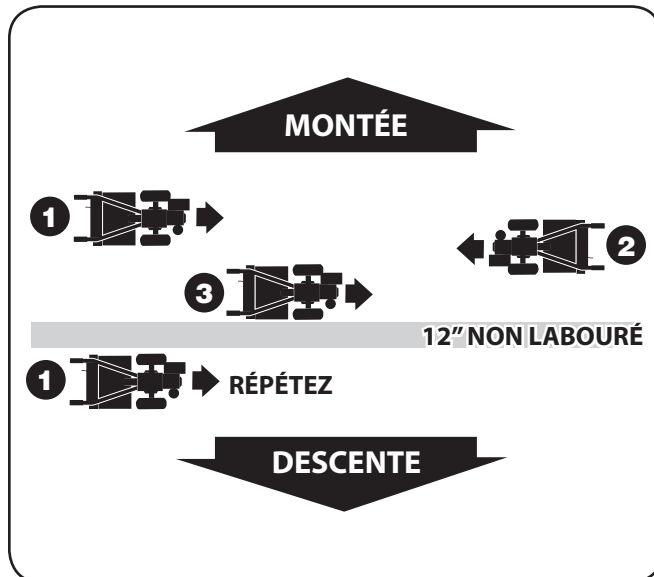

Figure 5-9
1. Pour créer une terrasse, commencez à travailler au sommet de la pente en progressant vers le bas. Travaillez d'une extrémité à l'autre de la première rangée. Voir Figure 5-9.